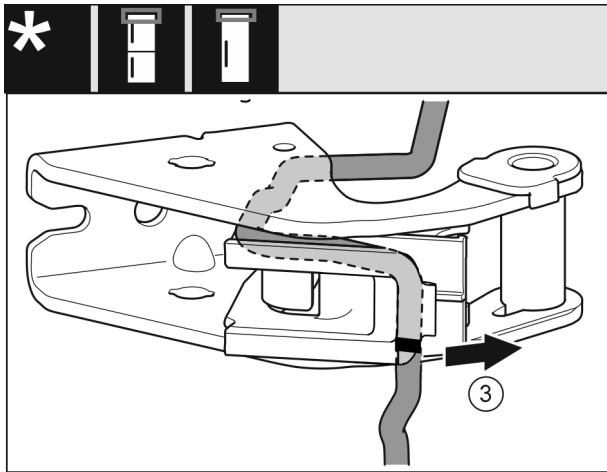

Fig. 27
- Smontare il cavo con il supporto dal blocco di supporto. Fig. 27 (3)